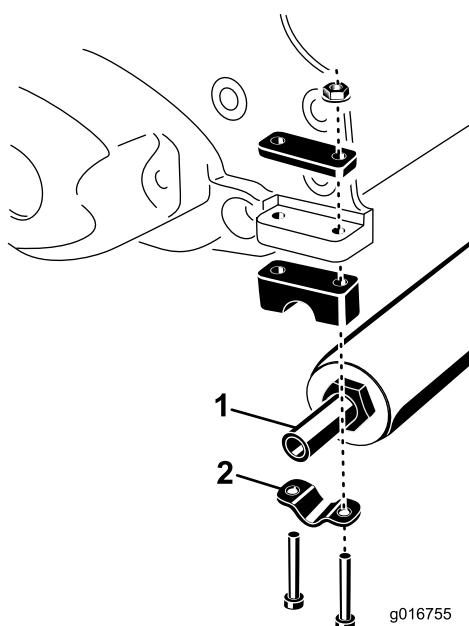

Figure 1
2. Retirez les (2) vis et écrous qui fixent les retenues du rouleau à chaque extrémité du plateau de coupe (Figure 1). Déposez le rouleau.